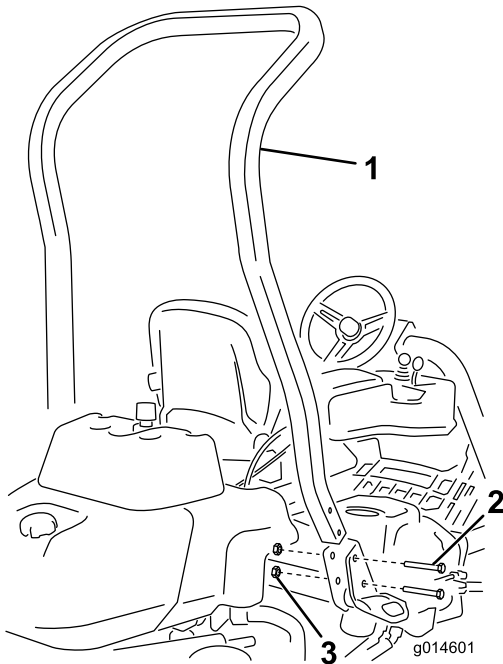

Figura 3
3. Fissate il roll bar negli incastri su ogni lato della macchina con 4 bulloni (1/2 x 3-3/4 poll.) e 4 dadi flangiati (1/2 poll.) (Figura 3)..